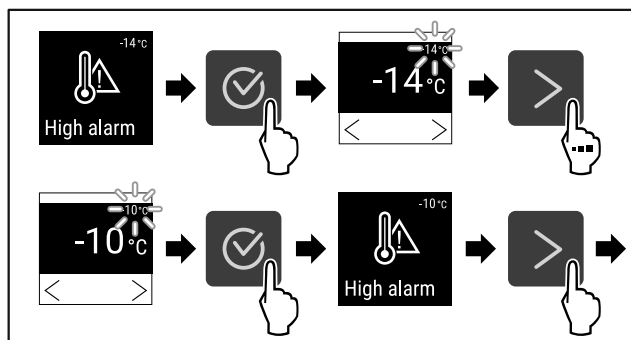

Fig. 98
- Complete steps (see Fig. 98).